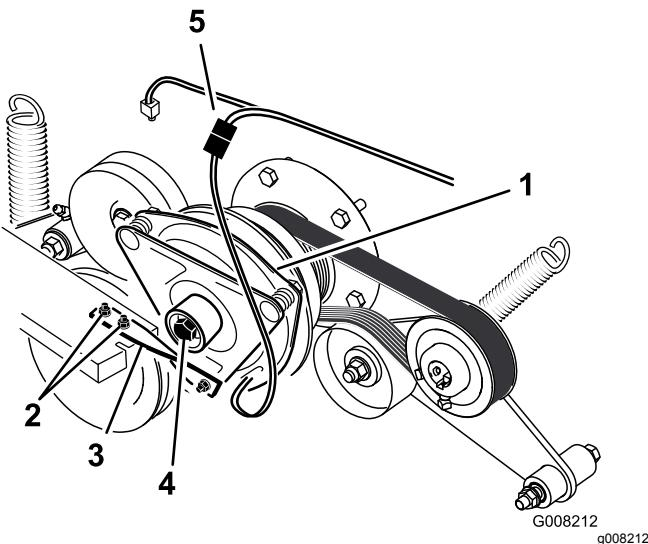

Figure 55
6. Débranchez la connexion électrique de l'embrayage (Figure 55).
7. Déposez les boulons qui fixent la barrette d'embrayage en caoutchouc au cadre du plateau de coupe (Figure 55).
8. Déposez le boulon central de fixation de l'embrayage à l'arbre du moteur, et déposez l'embrayage et la clavette (Figure 55).
- 2. Boulons (2) et écrous de barrette d'embrayage
15. Tout en maintenant le vilebrequin à l'arrière de la machine, posez le boulon central et serrez-le à 68 N·m (Figure 55).
16. Fixez la barrette d'embrayage en caoutchouc sur le cadre du plateau de coupe au moyen des 2 boulons et écrous retirés précédemment (Figure 55).
18. Branchez la connexion électrique de l'embrayage (Figure 55).